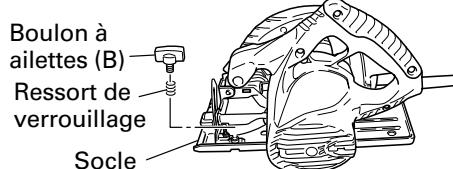

Fig. 12
3. Réglage du guide (garde de refente) (Fig. 12, 13)